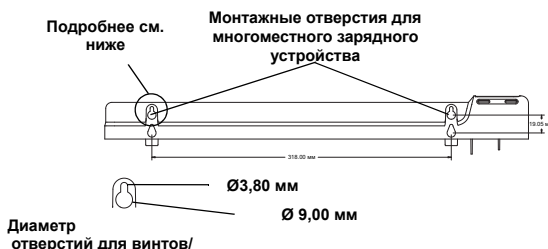

Рис. 3. Настенное крепление
- Используя габаритные размеры устройства, отметьте места для отверстий, как показано на Рис. 3.